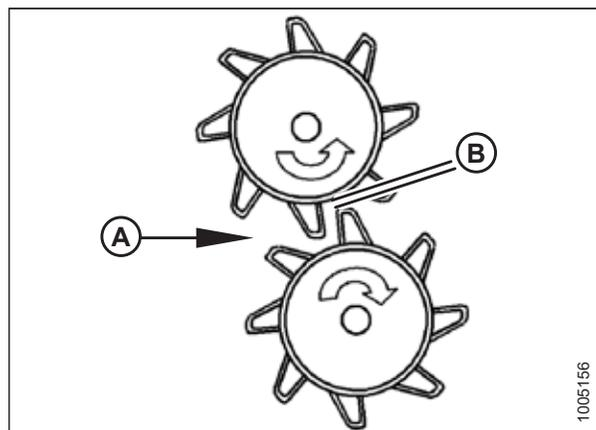

Рисунок 3.69: Зазор вальцов
- См. рис. 3.69, страница 49: Убедитесь, что зазор вальцов (В) составляет 20 мм (3/4 дюйма).